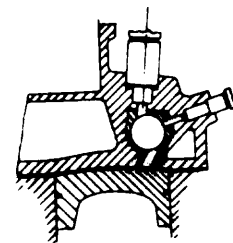

Fig. 4
- motores con cámara auxiliar de reserva de aire (fig. 4) denominadas también célula de energía o cámara de acumulación.